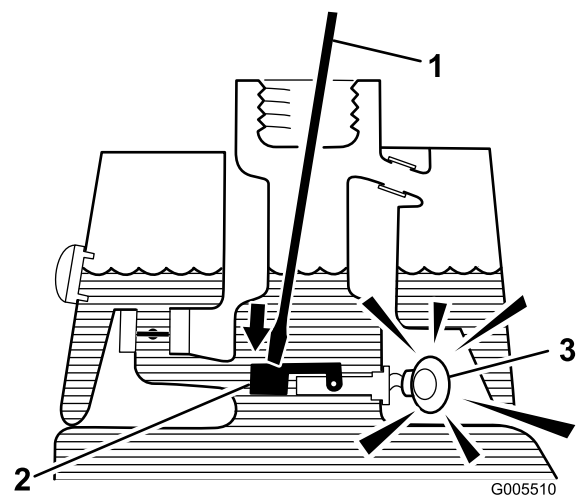

Figura 31
- Insira uma barra ou uma chave de parafusos no bocal do depósito e empurre com cuidado o comutador de bóia (Figura 31). O alarme deverá ser activado ao fim do período de desfaseamento de um segundo.